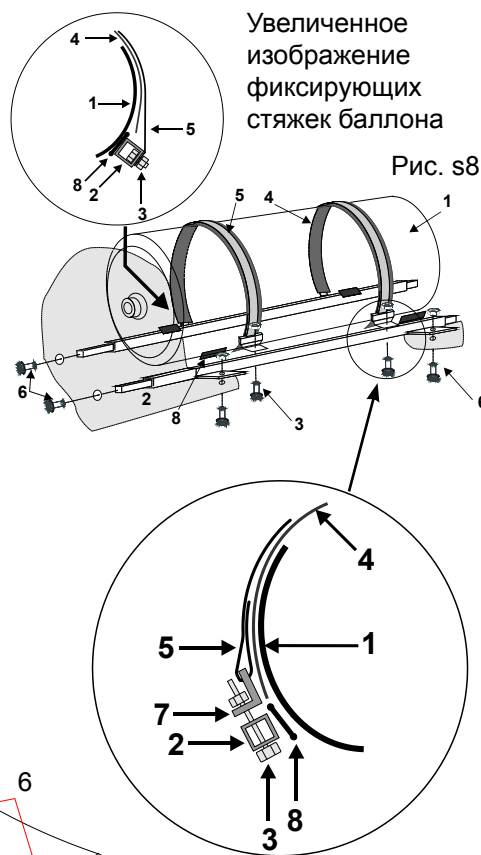

Рис. s8
Прикрепите стяжки (5) к одной из штанг (рис. s8, верхний узел).
Отрегулируйте длину стяжек (5) в соответствии с диаметром баллона и зацепите их за опорные штанги (7), заправив концы стяжек (не менее 100 мм) между стяжками и прокладкой (рис. s8, нижний узел).